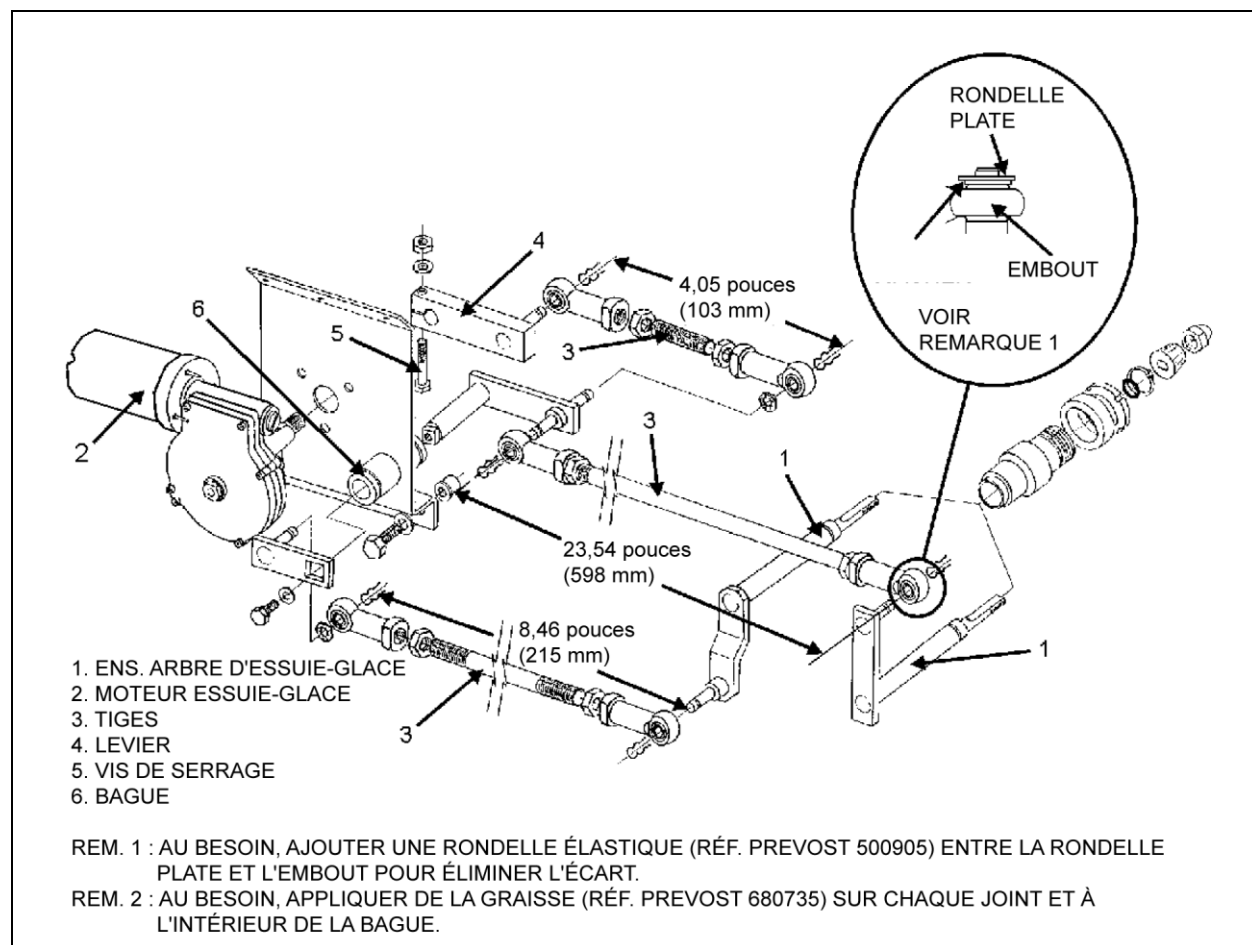

FIGURE 41: ESSUIE-GLACE SUPÉRIEUR
7. Desserrer le boulon qui fixe le levier à l'extrémité de l'arbre d'entraînement du moteur (Figure 41).